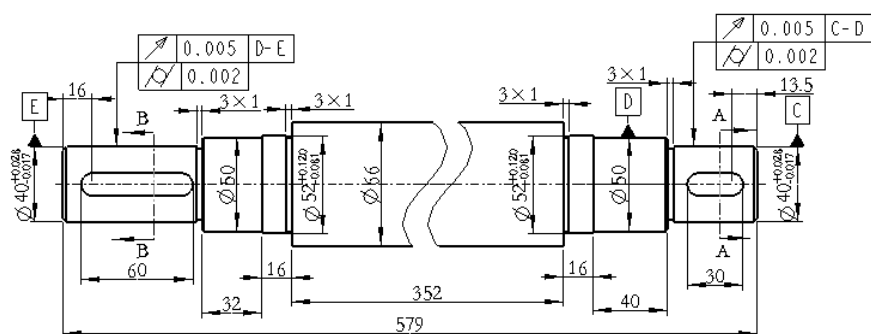

图 5.9.24 添加几何公差
Step10. 在 公差值 选项卡中, 将公差值设置为 0.002, 结果如图 5.9.24 所示。
Step11. 在对话框中单击 新几何公差 按钮, 参照上面的步骤继续添加图 5.9.24 所示的“圆跳动”公差和“圆柱度”公差。